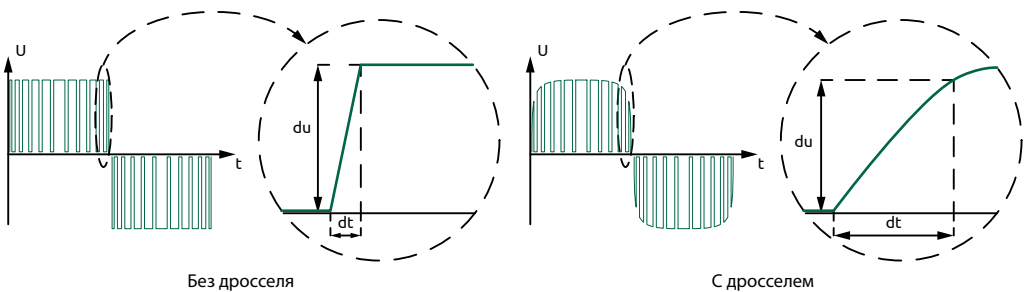

Рисунок 13 — Кривые напряжения на входе и выходе моторного дросселя
- ограничение крутизны нарастания напряжения du/dt (см. рисунок 13) и, как следствие, уменьшение амплитуды перенапряжений на клеммах двигателя;